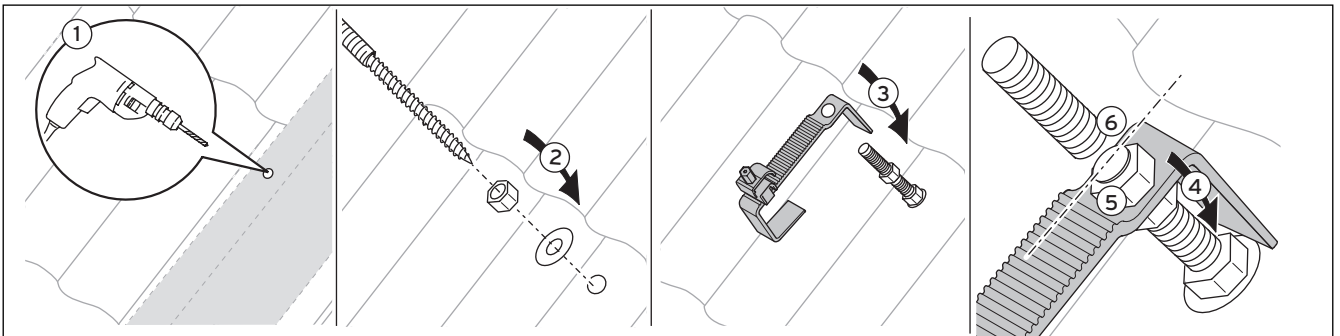

Abb. 5.8 Befestigung mit Stockschaube
- Verbinden Sie die Montageschienen und befestigen Sie diese mit den Klemmelementen an den Dachankern (vgl. Abb. 5.8).